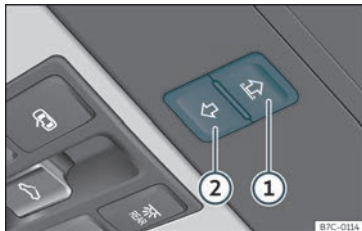

Fig. 90 No revestimento interior do teto: botões da cortina para o sol.
Os botões» **Fig. 90** **1** e **2** têm dois níveis. No primeiro nível pode abrir-se ou fechar-se a cortina para o sol total ou parcialmente.
- **Cortina para o sol:** antes que decorram aprox. 5 segundos desde a ativação da função antientalamento, pressione o botão >>> **Fig. 90** **2** até que a cortina para o sol se feche completamente.